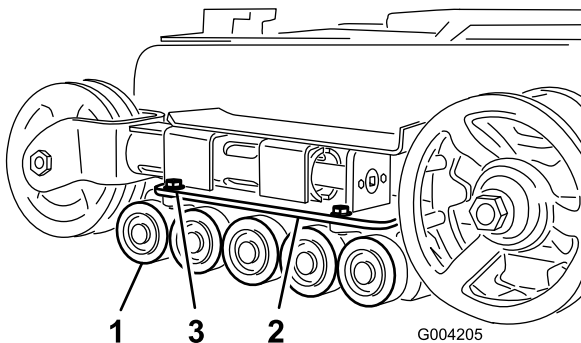

Figure 44
2. Retirez les 4 boulons de fixation de chaque guide-chaîne inférieur qui contient les galets de roulement, et déposez-les (Figure 44).